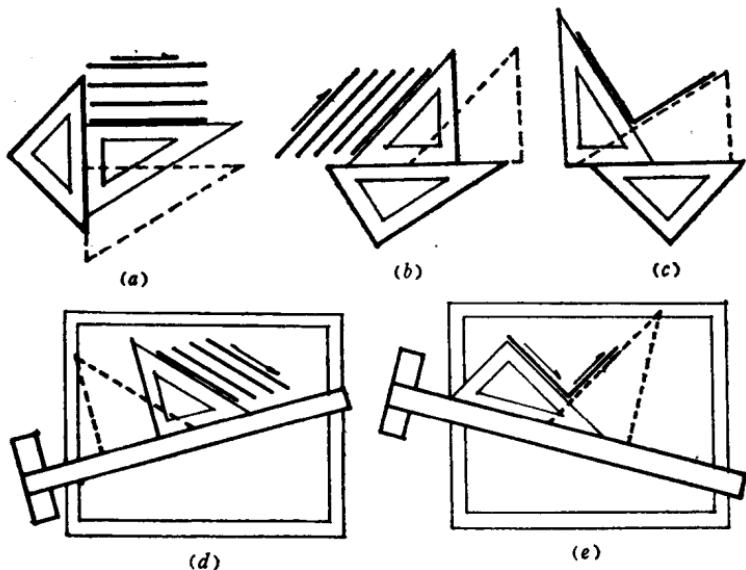

图 1-3 用三角板画平行线、垂线
(2) 两块三角板配合使用。两块三角板配合使用时，能画出各种角度和互相平行或垂直的线，如图1-3。